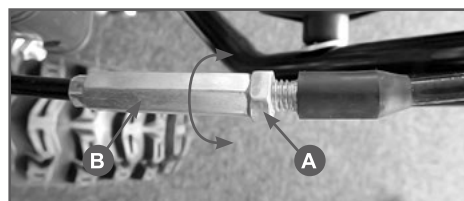

Рис.14 Регулировка троса включения шнека
Для регулировки троса включения шнека необходимо ослабить контргайку (A) Рис.14 и вращая поводок (B) по часовой или против часовой стрелки установить необходимую длину троса. Затем затянуть контргайку (A).